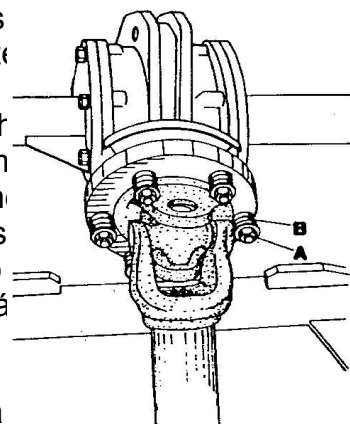

FIG. 7
A embreagem parecerá dura no começo e poderá ser necessário algum ajuste após as primeiras horas trabalho. Para regular a embreagem, gire normalmente (06) porcas (A) no sentido horário, até que encostem arruelas uniformemente. Cada porca é então atarractada (04) voltas completas, deixando as molas (B) comprimidas até 6mm. (ver fig. 7) A embreagem está agora corretamente ajustada para trabalhar em 540 rpm. Algumas vezes condições de trabalho poderão exigir um maior aperto das porcas. Se for este o caso, o ajuste das porcas deverá ser sempre por igual.